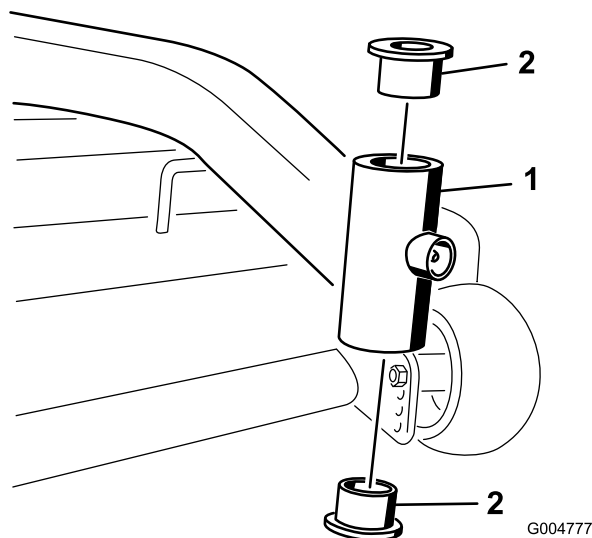

Figura 38
4. Introduzca un punzón botador en el tubo de montaje y con sumo cuidado retire los casquillos (Figura 38). Limpie el interior del tubo de montaje.